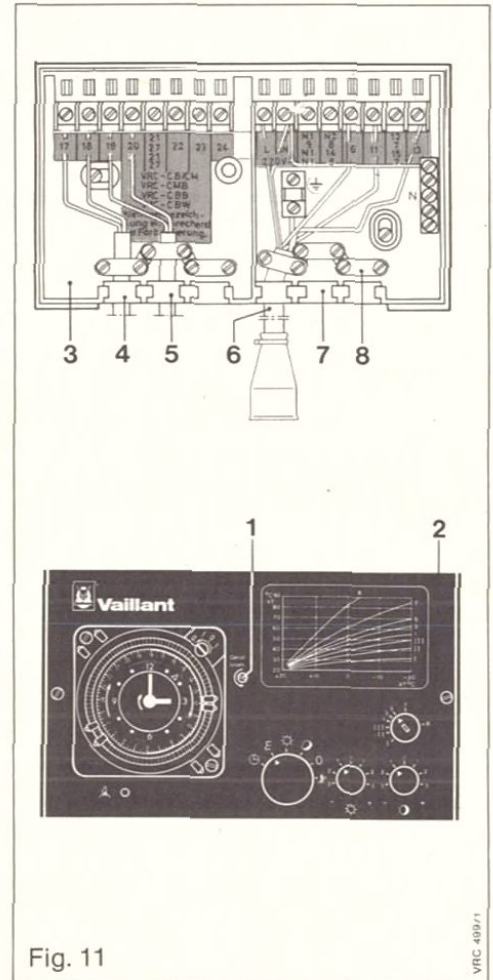

Fig. 11
Avvitare il cavo di allacciamento (5) per la sonda esterna conformemente alla Fig. 11 ai morsetti 19 e 20 della morsettieria (1).
Avvitare il cavo di allacciamento (4) della sonda del flusso di andata, conformemente alla Fig. 11, i morsetti 17 e 18 della morsettieria (1).